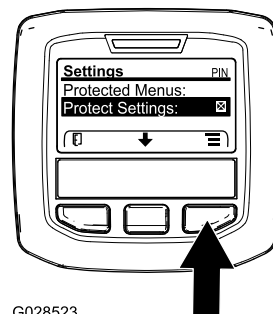

Рисунок 42
1. Перейдите в защищенное меню и разблокируйте подменю защищенных настроек (Рисунок 42); см. раздел Доступ к защищенным меню \(страница 23\).